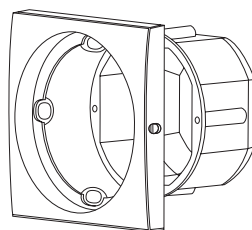

Fig. 3
- Telaio di montaggio (Fig. 3)